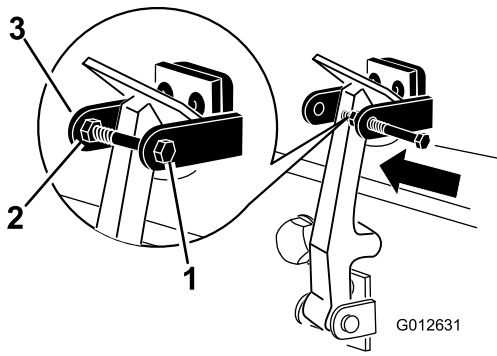

Figura 6
7. Avvitare il bullone nell'altro braccio della staffa di chiusura del cofano per fissare il fermo in posizione (Figura 6). Serrate il bullone ma non serrate il dado.